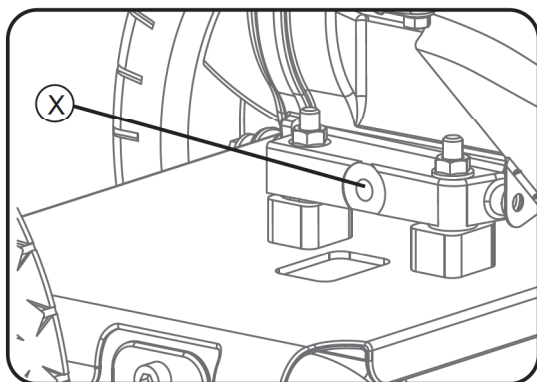

Fig. 18
4. Placer un bac réceptif à huile sur le sol pour recueillir l'huile. Enlever l'écrou de vidange d'huile (X) situé sur la socle du carter moteur (fig 18), puis incliner le nettoyeur haute pression vers l'arrière et sur le côté pour vider l'huile complètement.